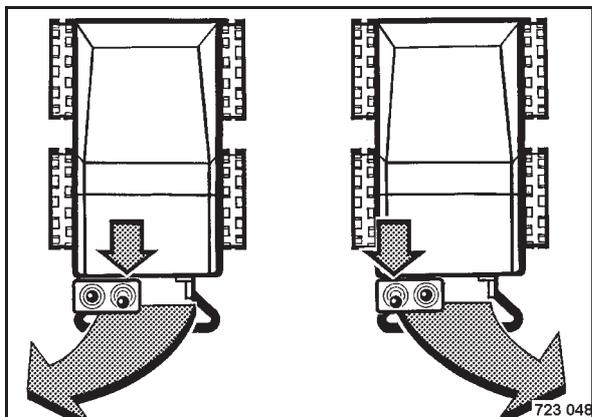

Bild 50
- Fahrhebel entsprechend (Bild 50) aussteuern.